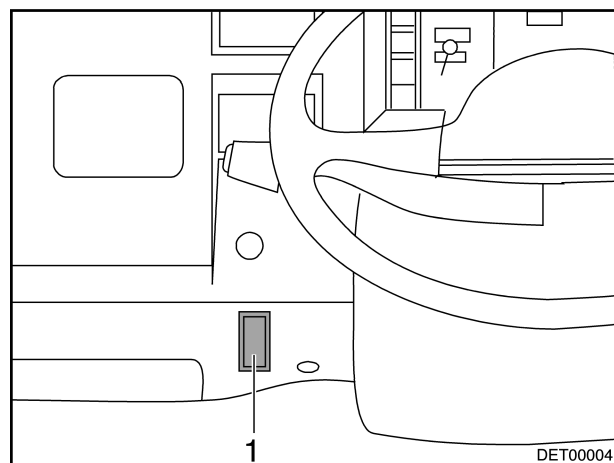

Bild 13 Schalter Motorraumleuchte
- Kippschalter (Bild 13,1) am Armaturenbrett umlegen.